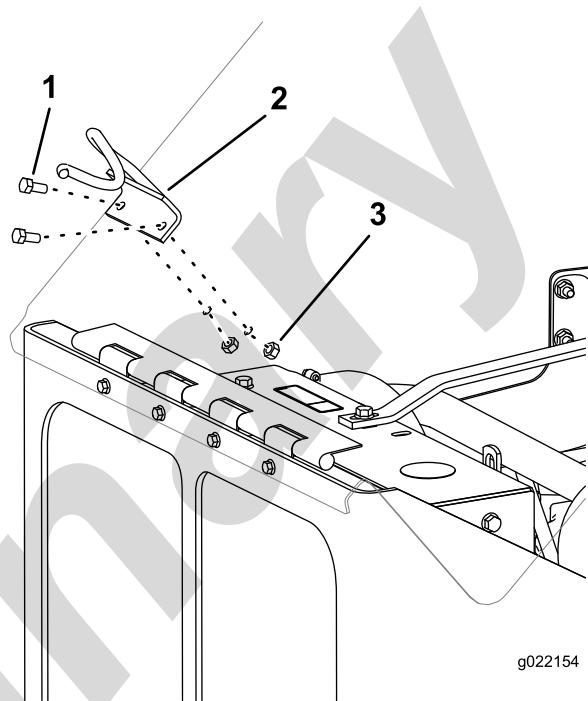

Figure 3
2. Montez le support de guide-câble de capot à l'extérieur du capot, et insérez les 2 boulons (5/16 po) dans les trous du support et de la machine, puis fixez le support au moyen des 2 écrous (5/16 po) placés à l'intérieur du capot (Figure 3).